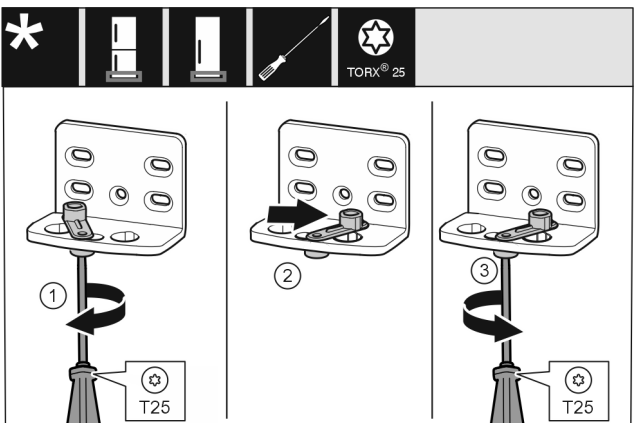

Fig. 11
- Lironi plotësisht vidën me një kaçavidë T25. *Fig. 11 (1)*
- Ngrini lart ndihmën e mbylljes së derës dhe rrotullojeni brenda vrimës me 90° nga e djathta. *Fig. 11 (2)*
- Mbërtheni fort vidën me kaçavidën T25. *Fig. 11 (3)*